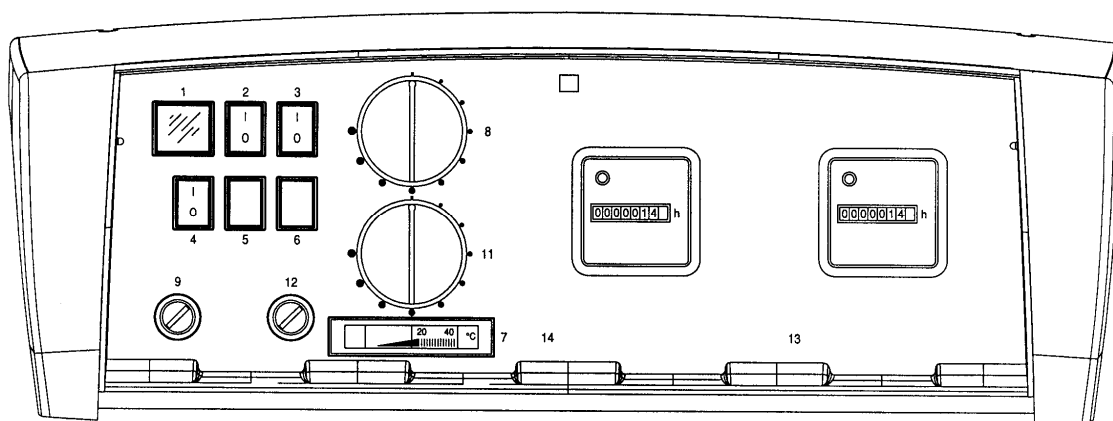

Рис. 4
3.5.1 ПАНЕЛЬ УПРАВЛЕНИЯ ОПЦИОННО REX DUAL/REX DUAL F (Рис. 4)